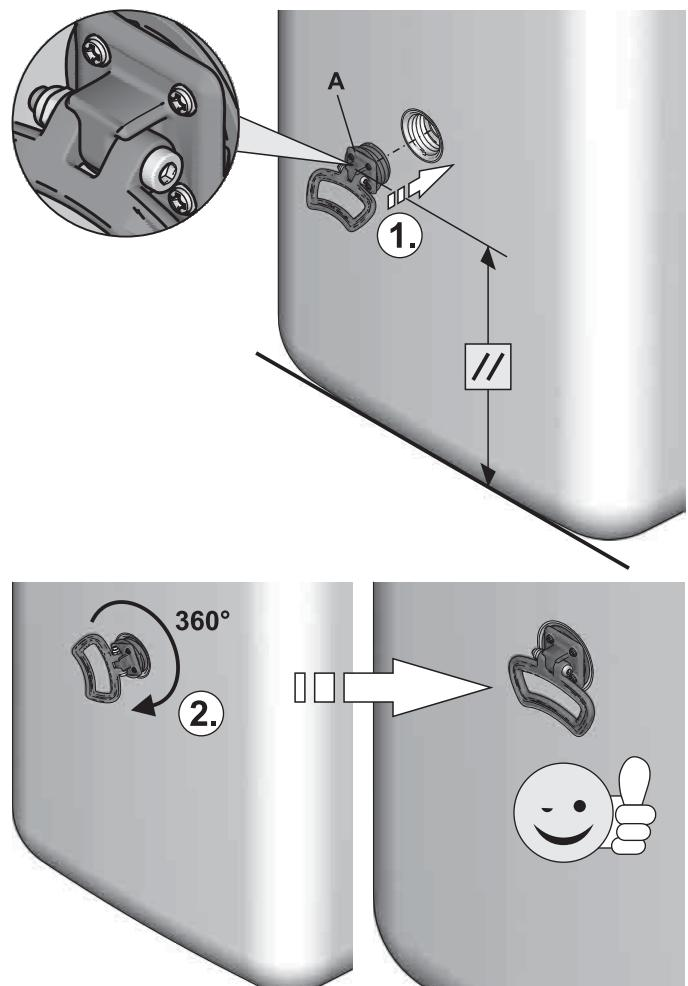

Bild 4-4 Haltegriffe montieren
- Gewindeeinsätze (Bild 4-4, Pos.G), an welche die Handgriffe montiert werden sollen, aus dem Warmwasserspeicher herausdrehen.